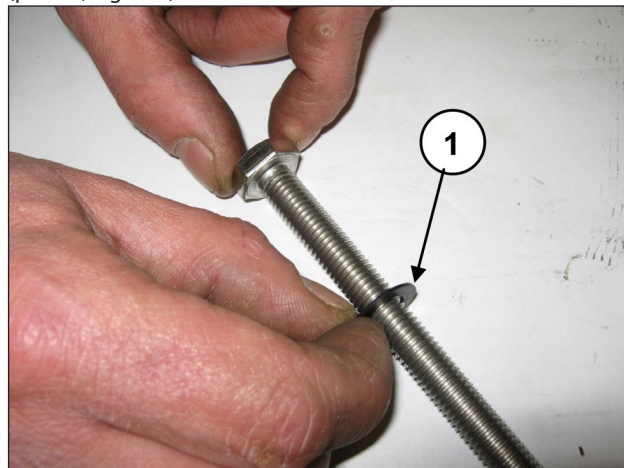

Fig. 157
Insira a arruela Ø10x18x0.9 no parafuso de fixação do pistão (pos. ①, Fig. 157).